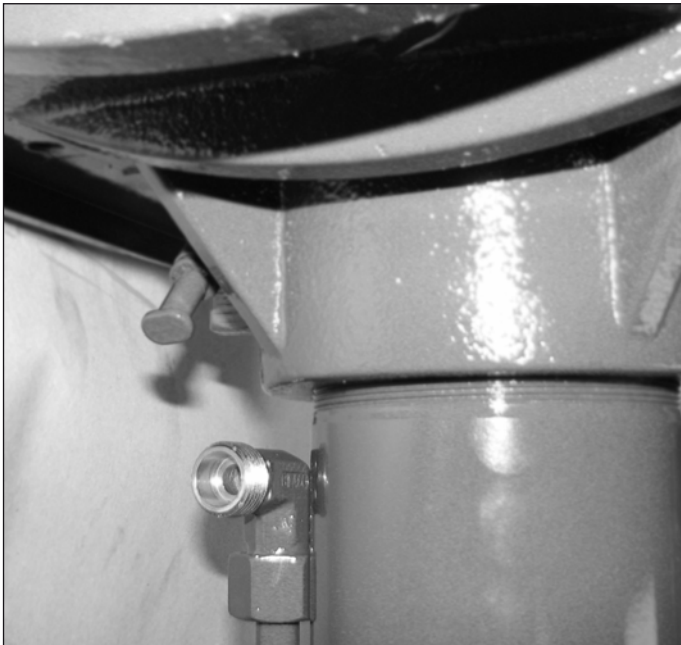

fig. 1
5. Zylinder Montage: Heben Sie den Zylinder vorsichtig z.B. unter Mithilfe eines Kranes in den Rahmen des Fahrgestells. Achten Sie darauf, dass der Hydraulikanschluss in Richtung der Bedienungseinheit liegt. (Bild 1)